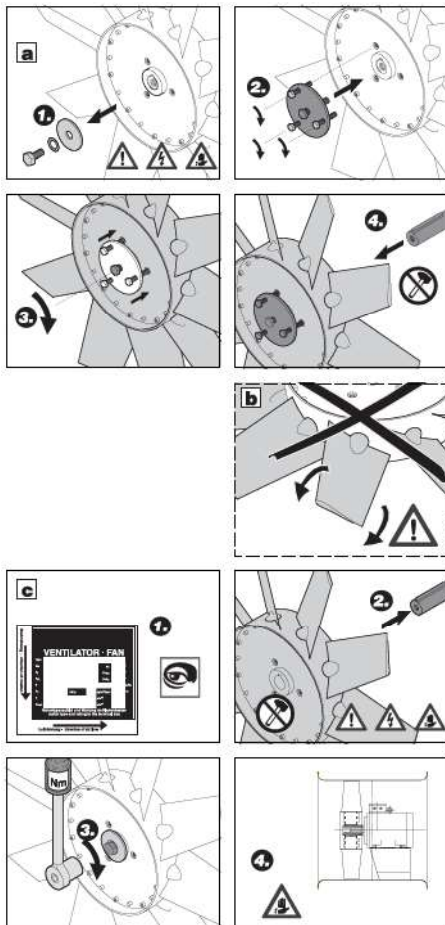

Abb. 6: Wartung von Laufrad und Gehäuse
a) Laufrad abmontieren (siehe Abb. 6)
- ❶ Laufrad-Befestigungsschraube herausdrehen.
- ❷ Abziehvorrichtung mit drei Sechskantschrauben auf Laufradnabe schrauben.
- ❸ Laufrad mit Sechskantschraube von der Welle abdrücken.
- ❹ Laufrad abziehen.
b) Flügelwinkel (siehe Abb. 6)
c) Laufrad montieren (siehe Abb. 6)